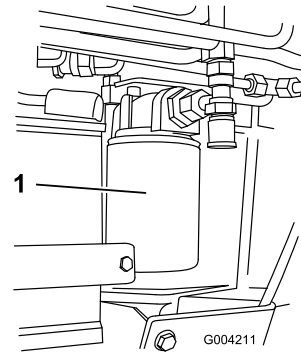

Figura 55
4. Collocare una bacinella di spurgo sotto il filtro (Figura 55).
5. Togliere il filtro usato (Figura 55) e pulire la superficie della guarnizione dell'adattatore del filtro.
7. Montare il filtro idraulico di ricambio sull'adattatore del filtro (Figura 55). Girare il filtro in senso orario finché la guarnizione di gomma non tocca l'adattatore, quindi serrare il filtro di altri 3/4 di giro.